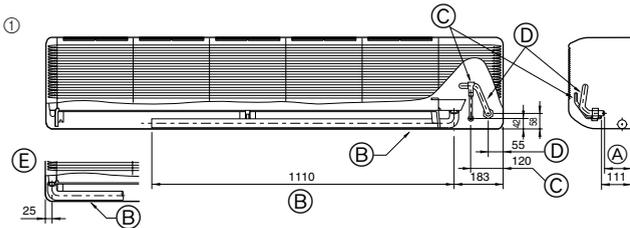

Fig. 4-2
- Θέση των σωληνώσεων ψυκτικού και αποχέτευσης (Fig. 4-2)